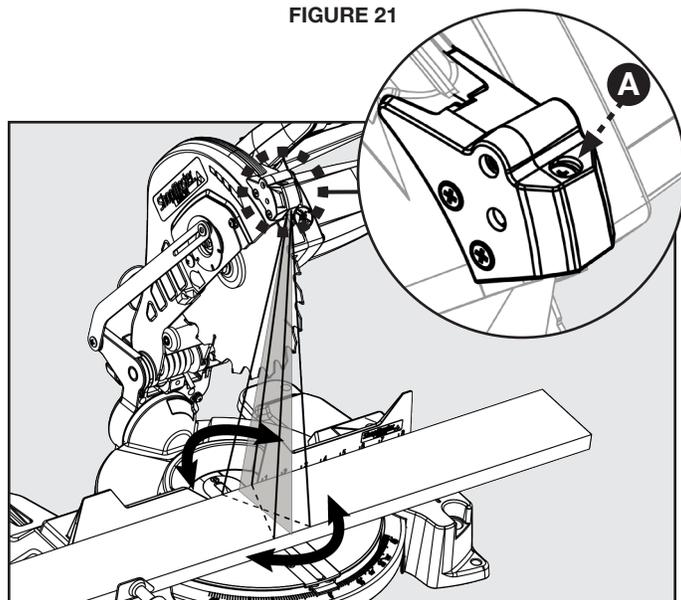

FIGURE 22
Consultez la figure 22 et suivez les instructions suivantes si vous remarquez que la ligne du laser n'est pas parfaitement parallèle avec la lame de la scie : tournez la vis (A) avec un tournevis à tête cruciforme pour que la ligne du laser soit parallèle avec la lame de la scie.